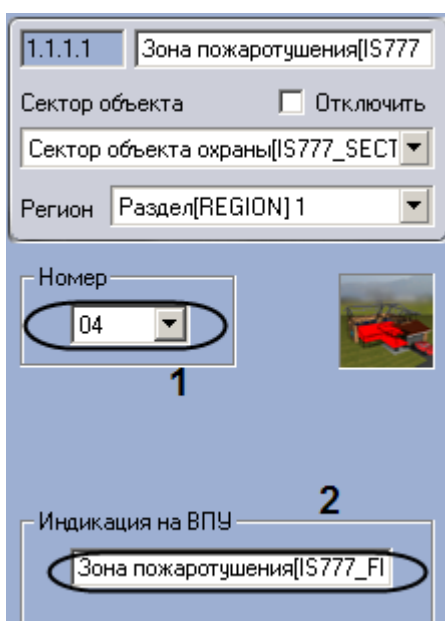

Рис. 3.2—8. Настройка зоны пожаротушения
2. Выбрать из раскрывающегося списка **Номер** аппаратный адрес зоны пожаротушения (см. Рис. 3.2—8, 1).
3. Ввести в поле **Индикация на ВПУ** имя, которое зона будет иметь на дисплее ВПУ (см. Рис. 3.2—8, 2).